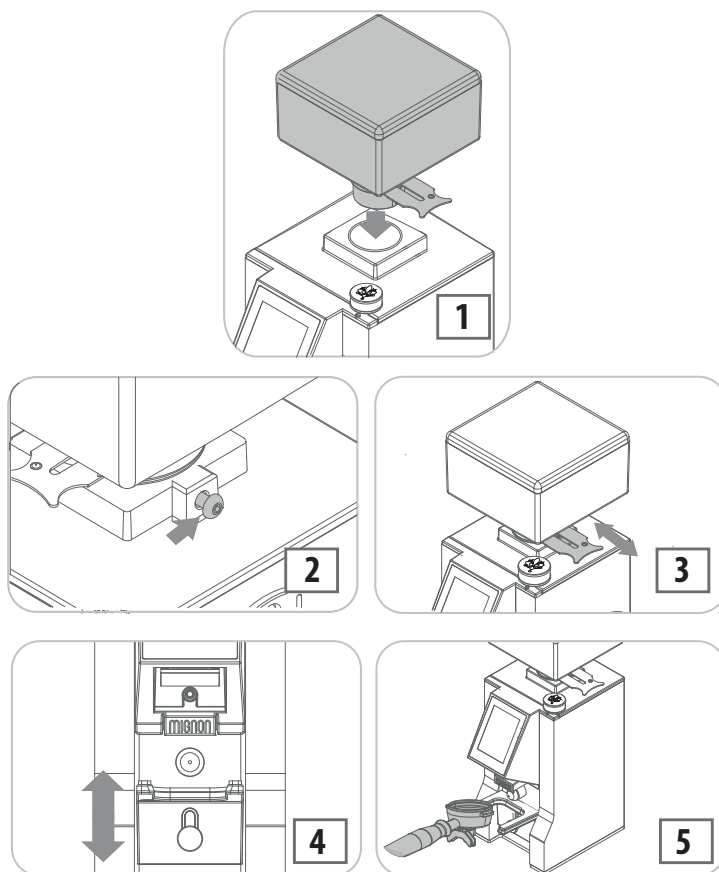

Fig. 7.1 - Opérations préliminaires
- Insérer le conteneur du café en grains dans le logement approprié (1 – Fig. 7.1), en le positionnant avec le trou aligné avec la vis située derrière (2 – Fig. 7.1).
- Pousser la languette pour empêcher le passage des grains de café (3 – Fig. 7.1).
- Dévisser la manette (4 – Fig. 7.1) pour régler la hauteur de la fourche porte-filtre. Visser la manette après avoir établi la hauteur souhaitée de la fourche porte-filtre.